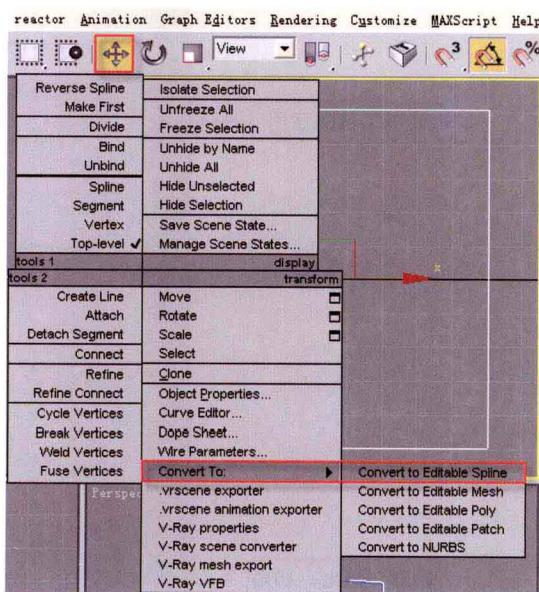

图1-4
④ 确保在选择矩形的情况下,单击鼠标右键,在弹出的四元菜单中执行Convert To(转换成)>Convert to Editable Spline(转换成可编辑样条线)命令②,将矩形转换成可编辑样条线,如图1-4所示。